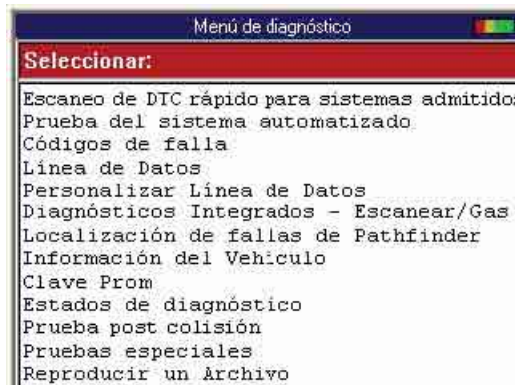

Figura 3.14: Pantalla Menú de Diagnóstico (Diagnostic Menu)
- Si se muestra una pantalla de Advertencia o la pantalla del Menú de Diagnóstico (Diagnostic Menu) (Figura 3.14 en la página 20), continúe con Paso 4: Selección de la Función de Diagnóstico en la página 20.